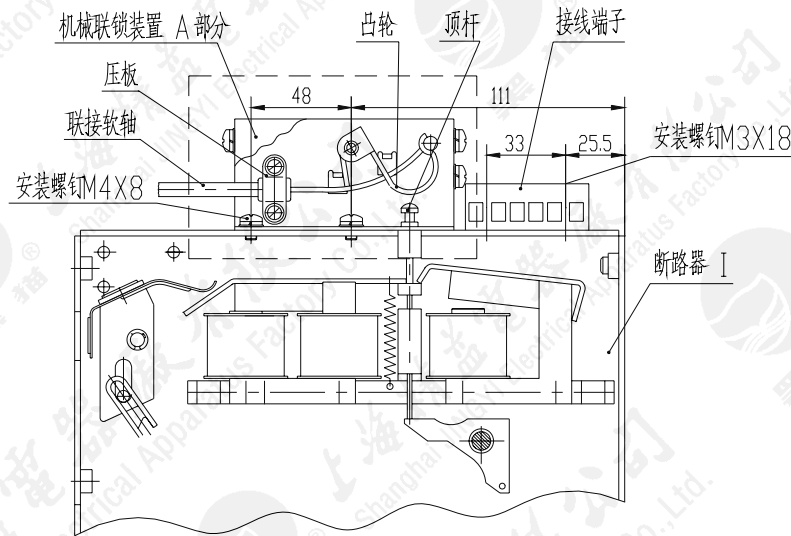

图 1
2.1 安装： 一套机械联锁装置可分为二部分——A、B；A部分主要由凸轮和顶杆组成，装在断路器右侧板顶端，如图1所示。
3.2 加装机械联锁装置后，原接线端子改用 AZ4-1006 型接线端子，用 2 只 M3x18 螺钉加弹垫和平垫，固定在如图 1 所示位置上（除用户自行安装整套联锁装置，一般出厂时已改装好）。